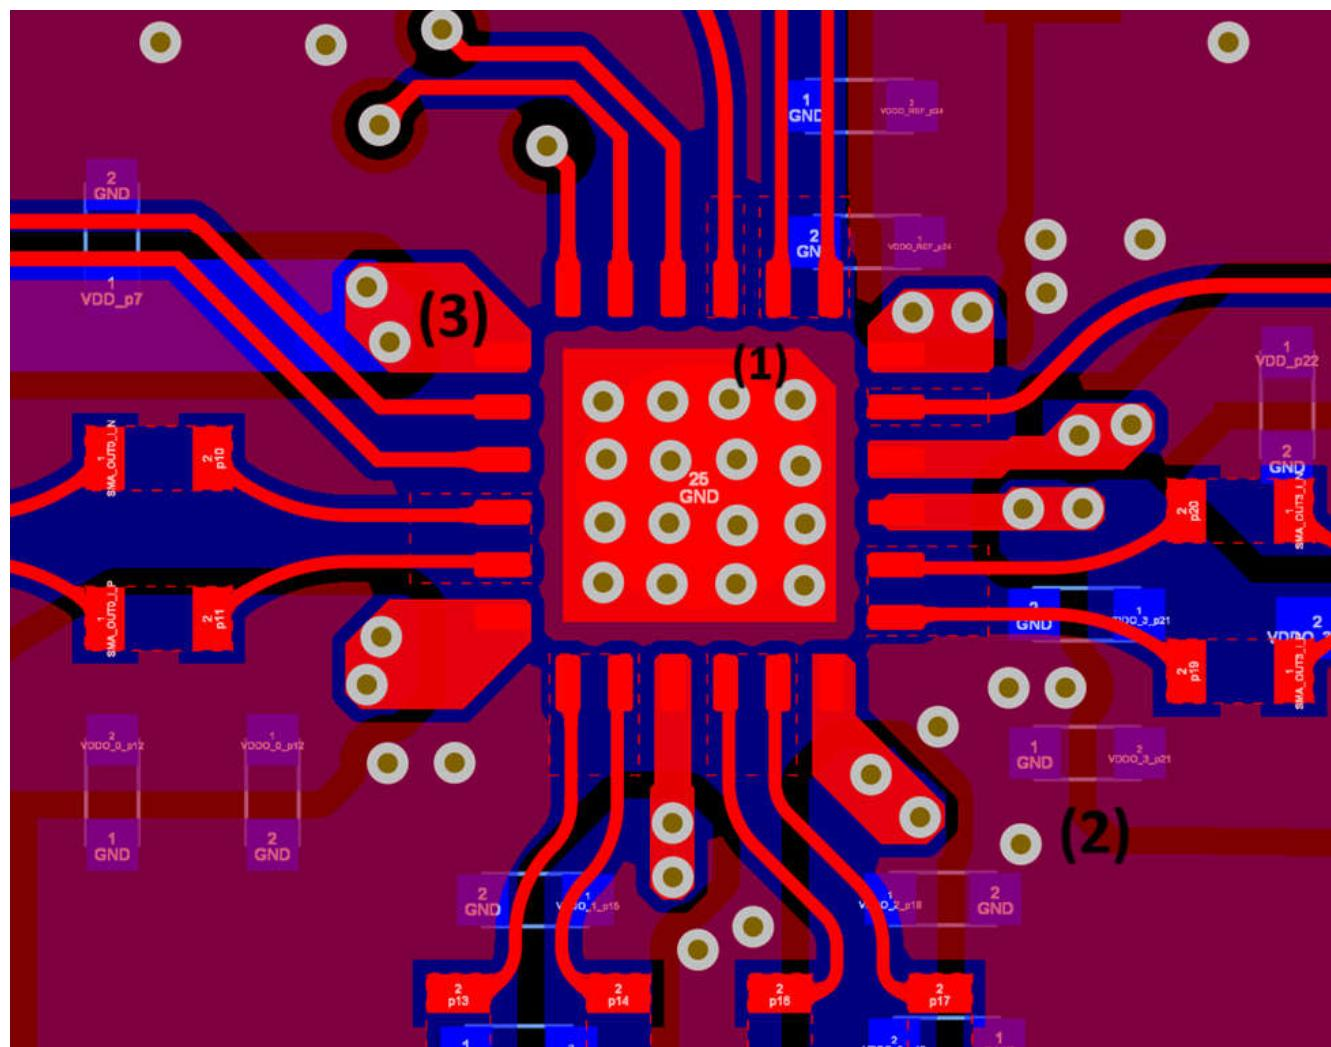

図 8-6. LMK3H2104 の上層と下層のレイアウト例
- LMK3H2104 の場合、すくなくとも 5 つのビアを使用して、サーマル パッドをソリッドな GND プレーンに接続します。LMK3H2108 の場合、すくなくとも 9 つのビアを使用して、サーマル パッドをソリッドな GND プレーンに接続します。フルスルービアが推奨されます。例については、図 8-6 の (1) を参照してください。
- 電源ピンに非常に近い場所に、容量値の小さいデカップリングコンデンサを配置します。コンデンサは、同じ層の非常に近い場所に配置するか、裏面の層に直接配置するようにします。値がより大きい場合は、より遠くに配置できます。例については、図 8-6 の (2) を参照してください。
- 電源が複数の層にまたがって配線されている場合は、複数のビアを使用して複数の層にわたって電源配線を接続します。例については、図 8-6 の (3) を参照してください。